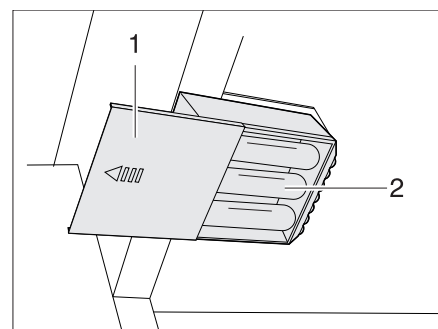

Fig. 298 Eclairage de la penderie avec DEL, compartiment à piles ouvert
- Retirer les piles (Fig. 298,2) du support de piles.
- Mettre de nouvelles piles (Fig. 298,2) de même type en place en veillant à la polarité correcte (+/-).
- Repousser le couvercle (Fig. 298,1) en place.